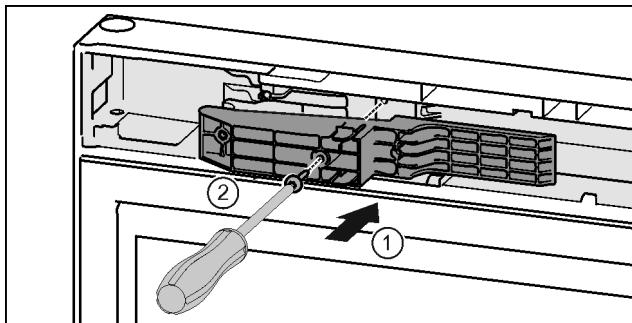

Fig. 48 *
- Aseta sovitinkappale kahvapuolelta syvennykseen. Fig. 48 (1)*
- Kiristä ruuvit T15-ruuvimeisselillä. Fig. 48 (2)*